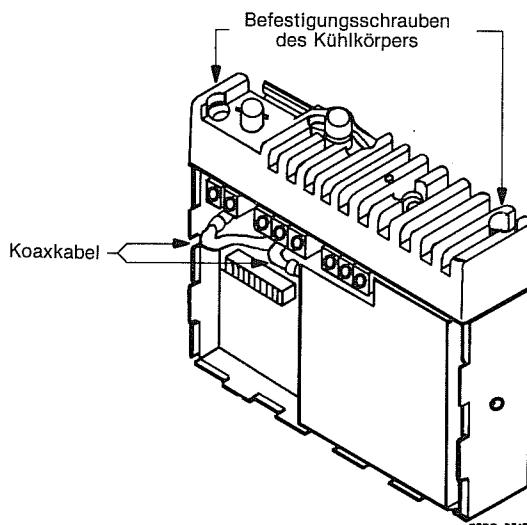

Abbildung 12
(2) Die beiden Koaxkabel (je eins für Sender und Empfänger) von der HF-Platine abziehen. Siehe Abbildung 12.
(3) Den Kühlkörper nach Lösen seiner Befestigungsschrauben entfernen (siehe Abbildung 12). Dabei die beiden Koaxialkabel vorsichtig durch die Löcher in der Trennwand führen.